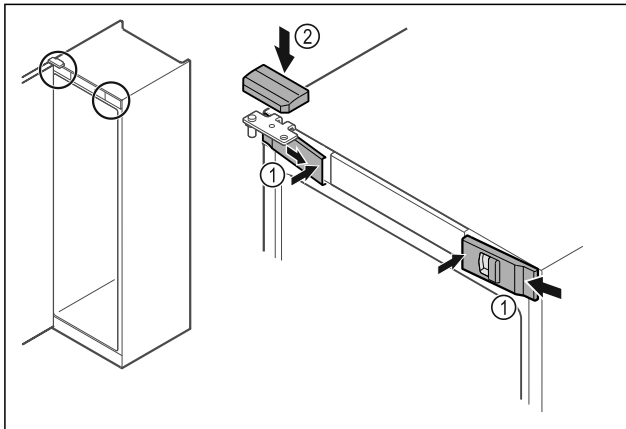

Fig. 54
- ▶ Obesite sprednje pokrove Fig. 54 (1) stransko in jih namestite v notranjosti, da se zaskočijo.
- ▶ Zgornji pokrov Fig. 54 (2) namestite z zgornje strani.